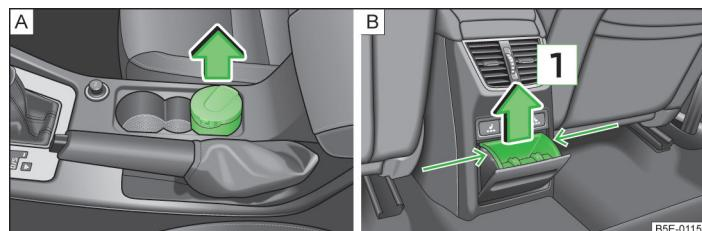

Fig. 65 Cenicero: delantero / trasero
- Extraiga el cenicero » fig. 65 - **A** en el sentido de la flecha.
- Coja el suplemento en la zona señalada con flechas y extraiga en el sentido de la flecha **1** » fig. 65 - **B**.